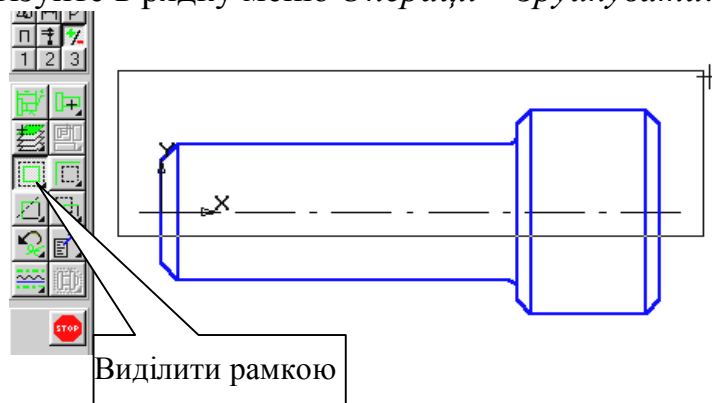

Рис. 73.
5. Рамкою виділіть верхню частину деталі разом з віссю обертання, рис. 73.